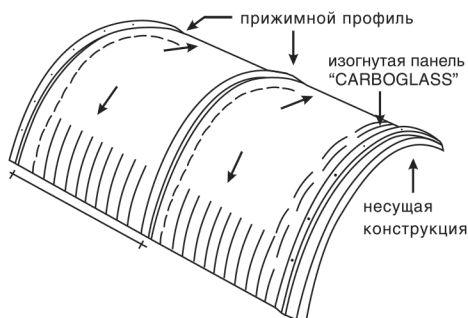

Рисунок 4. Арочное крепление.
1) Панели «КАРБОГЛАСС» можно согнуть в арку до минимально допустимого радиуса (см. параграф IV) без механических повреждений поверхности. Более того, внутреннее давление, которое возникает при сжатии, придает конструкции дополнительную прочность и жесткость (Рис.4).